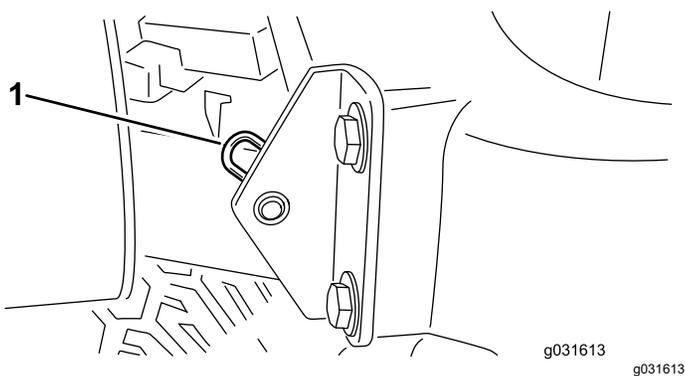

Figura 41
2. Togliete la coppiglia che fissa il perno del cofano alle staffe di montaggio (Figura 41).